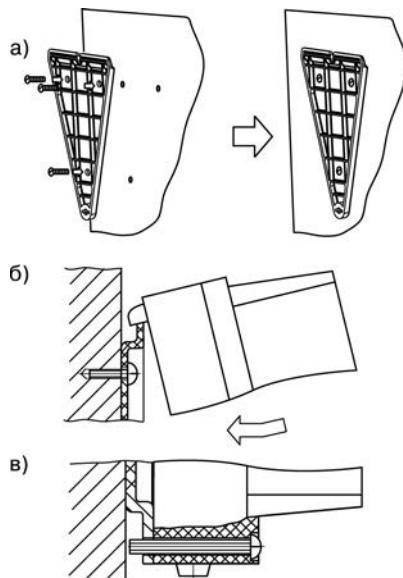

Рис. 7.1 – Установка прибора настенного крепления
- 1) Закрепите кронштейн тремя винтами M4 на поверхности, предназначеннной для установки прибора (см. Приложение А и рисунок 7.1, а).
- 2) Зацепите крепежный уголок на задней стенке прибора за верхнюю кромку кронштейна (рисунок 7.1, б).
- 3) Прикрепите прибор к кронштейну винтом M4 × 35 из комплекта поставки (рисунок 7.1, в).